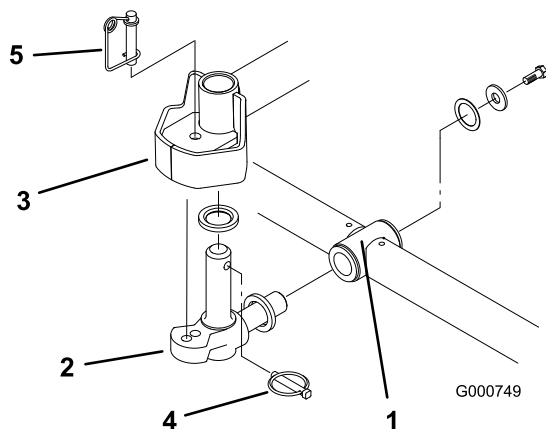

Рисунок 16
6. Наденьте упорную шайбу на горизонтальный вал поворотного кулака, как показано на Рисунок 16
7. Вставьте горизонтальный вал поворотного кулака в монтажную трубу несущей рамы (Рисунок 16).
8. Прикрепите поворотный кулак к несущей раме с помощью упорной шайбы, плоской шайбы и колпачкового винта с фланцевой головкой (Рисунок 16).
9. Наденьте упорную шайбу на вертикальный вал поворотного кулака (Рисунок 16).
10. Вставьте вертикальный вал (если он был снят) поворотного кулака в поворотную ступицу подъемного рычага (Рисунок 16). Переместите поворотный кулак на его штатное место между двумя резиновыми центрирующими бамперами в зоне под пластиной рулевого управления подъемного рычага.
11. Вставьте шплинт с кольцом в поперечное отверстие вала поворотного кулака (Рисунок 16).
Примечание: Если требуется неподвижное положение режущего блока, вставьте стопорный штифт рулевого управления в монтажное отверстие поворотного кулака (Рисунок 16).
14. Зацепите конец пружины за нижнюю часть стопорного штифта рулевого управления (Рисунок 16).